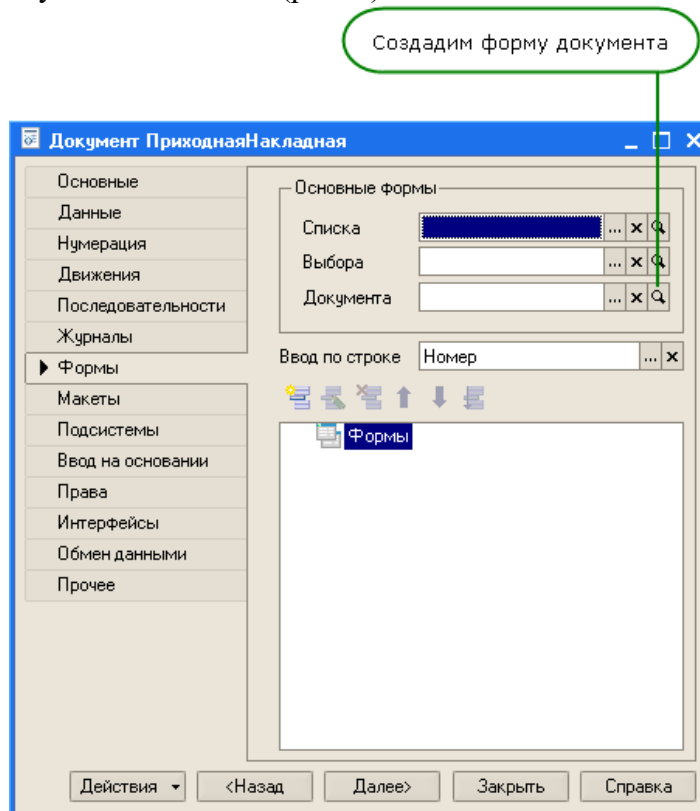

Рис. 6. Создадим форму документа...
2. Нажмите на символ лупы в поле ввода (рис. 6):